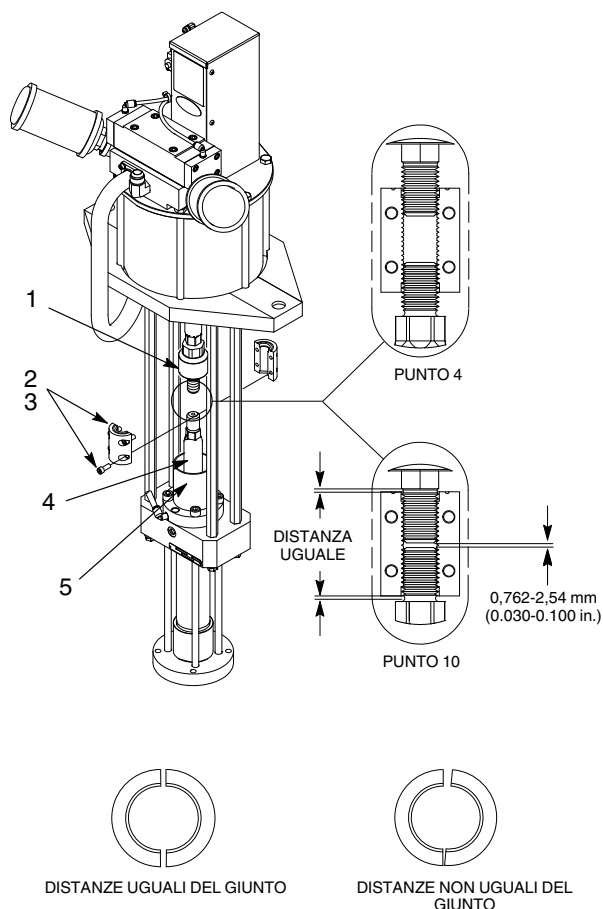

Figura 3 Montaggio delle metà del giunto
SPENTO	NOTA: Le metà del giunto vanno usate in coppia. Ogni metà riporta lo stesso numero di serie. 3. Vedi figura 3. Assicurarsi che l'estremità scanalata di ciascuna metà del giunto (2) guardi verso l'alto. Posizionare le due metà (2) sopra l'albero del giunto (1) e l'asta dello stantuffo (4), come illustrato. 4. Assicurarsi che tre filetti dell'albero del giunto (1) e l'asta dello stantuffo (4) siano innestati nel giunto. Fissare l'accoppiamento delle due metà con le viti del giunto (3). 5. Accertarsi che la valvola di spurgo sul corpo pompa sia aperta e non intasata.